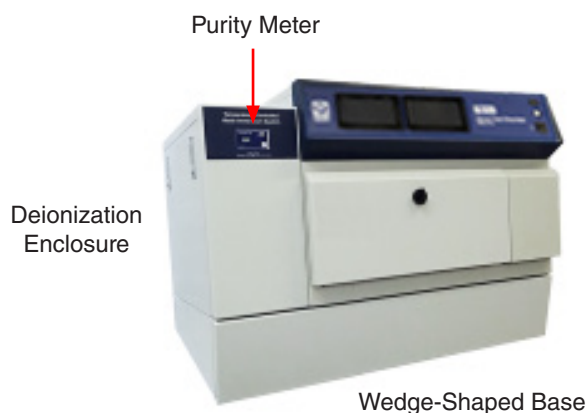

Figure 9a: Xe-1-WE exterior.
- Water purity meter (Figure 9a)
- Deionization enclosure (Figure 9a)
- Wedge shaped base (Figure 9a)